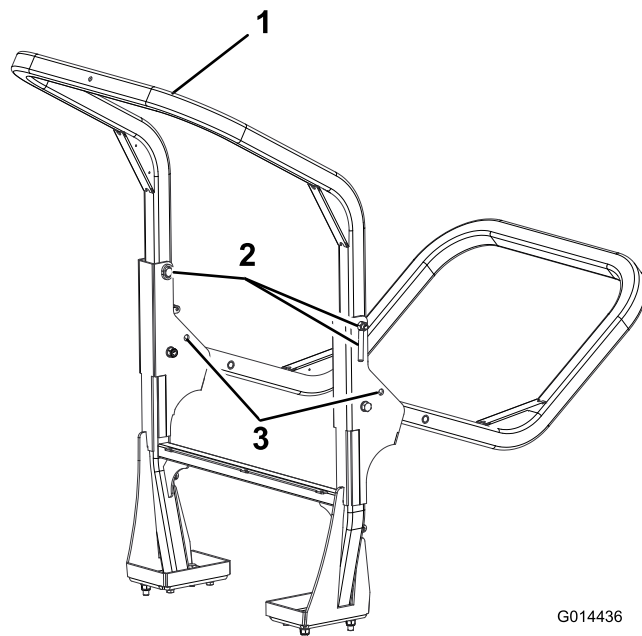

Figura 38
2. Sostenete il peso del telaio superiore mentre rimuovete i dadi ad alette, le rondelle e i bulloni di fissaggio dalle staffe di orientamento (Figura 38).